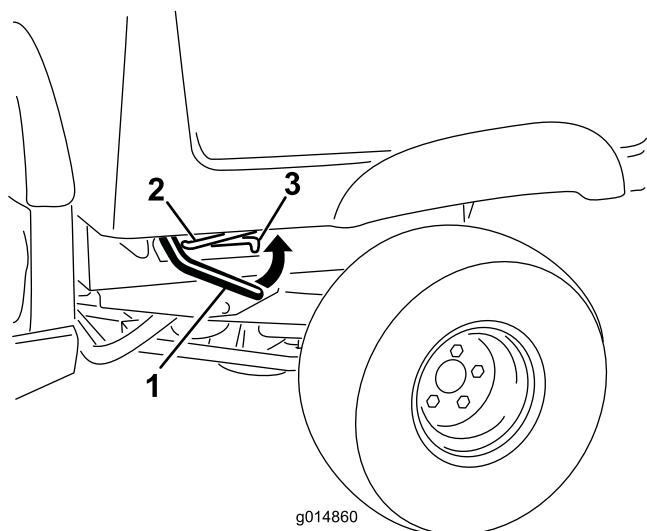

Figura 13
1. Ridică maneta din fiecare parte a platformei i ridică platforma (Figura 13).
1. Ridicați ușa platformei de încărcare prin ridicarea manetei de blocare (Figura 13).